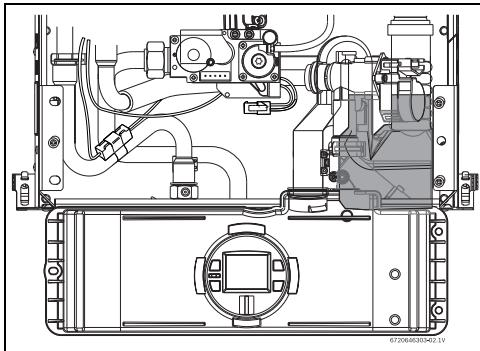

Рис. 63
- ▶ Установите блок управления в положение для обслуживания, введя его язычки в отверстия в нижней горизонтальной стальной пластине (см. Рис. 63).
- ▶ Проверьте уровень воды в устройство для сбора конденсата (см. Рис. 63).